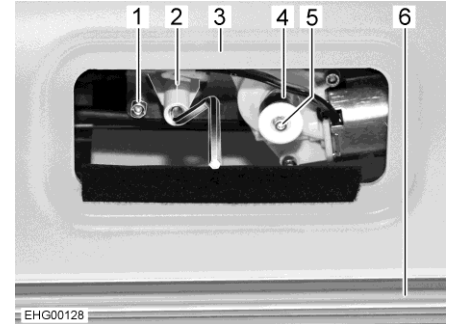

Bild 49 Åtkomst till motorn
- Ta bort den avtagbara panelen ovanför vindrutans beklädnad (Bild 49,3). Motorn (Bild 49,1) är åtkomlig.
- Avlägsna plasthöljet (Bild 49,4).
- Tryck på den vita låsknappen (Bild 49,5) och håll den intryckt.
- Sätt veven i vevhållaren (Bild 49,2).
- För plisségardinen (Bild 49,6) upp eller ner med veven.
- När båda listerna har rört sig utanför synfältet: Dra ut låsknappen (Bild 49,5) igen.